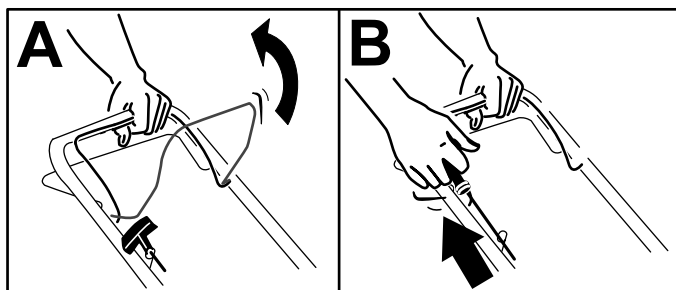

Figura 13
1. Tenete la barra di comando delle lame contro la maniglia (A della Figura 13).
2. Tirate la stegola dell'avviatore autoavvolgente (B della Figura 13).